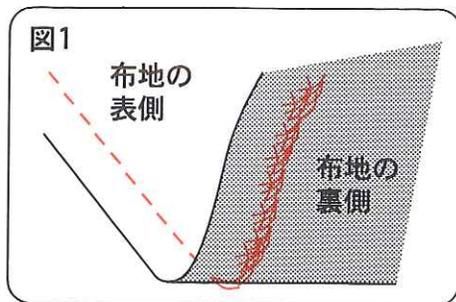

図1
1. 模様選択ダイヤルを5又は6にセットし針を最上点に上げ針をはずしすべり板を開け、押えをはずします。(図1)
2. 付属の針板ドライバーで針板をはずします。(図1)
左図のように布地の表側は普通に縫えて、裏側がタオル地のようになるのは上糸の調子が弱いか上糸のかけかたがまちがっています。上糸のかけかた(P5,6)と糸調子のとりかた(P10)をごらんの上、正しくセットしなおしてください。(図1)